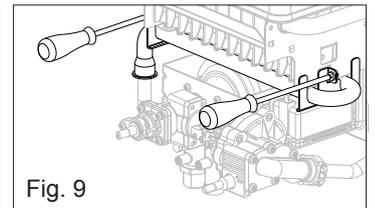

Fig. 9
- Desatornille los tornillos que fijan el colector (fig. 9)